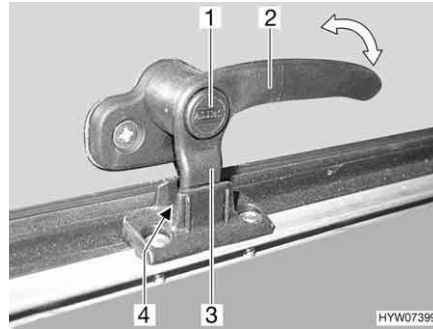
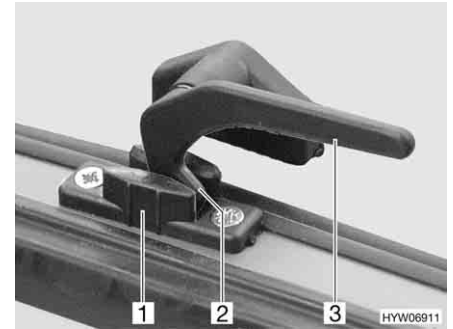

Fig. 79 Palanca de bloqueo con botón de seguridad en la posición de "ventilación continua"
Fig. 80 Palanca de bloqueo en la posición de "ventilación continua"
- En la posición "ventilación continua" (Fig. 79 y Fig. 80)
- Si existe, pulsar el botón de seguridad (Fig. 79,1) y mantenerlo pulsado.
- Girar la palanca de bloqueo (Fig. 79,2 ó Fig. 80,3) un cuarto de vuelta hacia la mitad de la ventana.
- Girar de nuevo hacia atrás la palanca de bloqueo. El saliente de bloqueo (Fig. 79,3 ó Fig. 80,2) de la palanca de bloqueo se ha de introducir para ello en el rebaje del bloqueo de la ventana (Fig. 79,4 ó Fig. 80,1).
- Si existe, soltar el botón de seguridad (Fig. 79,1).